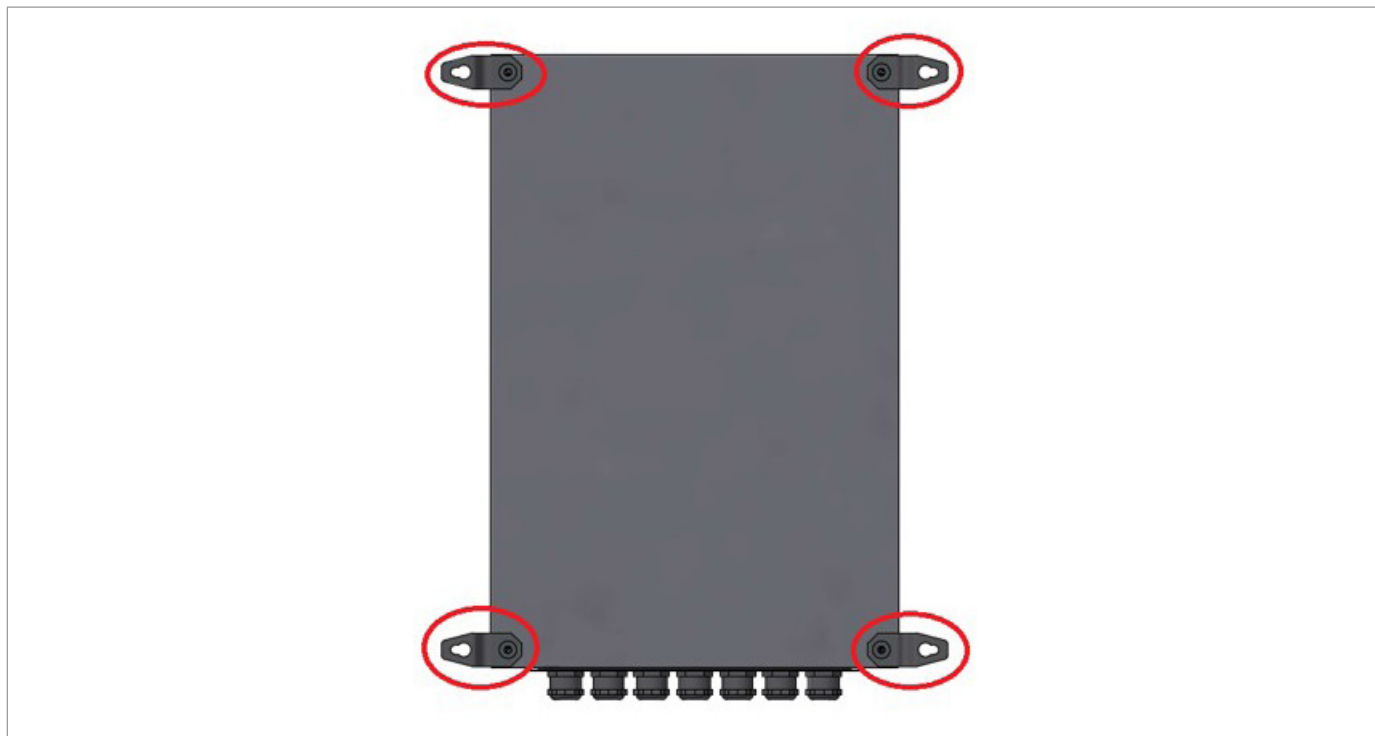

Fig. 7.41. Installazione field display
- Field display (IM), se presente: display grafico touch screen installato in area sicura. Il modulo dovrà essere fissato alla parete mediante le 4 staffe (Fig.7.41).